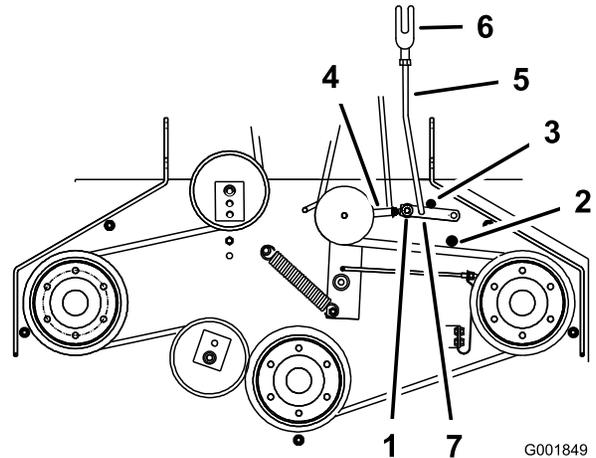

Figura 47
5. Asegúrese de que el brazo está en contacto con el tope trasero del brazo de la carcasa (Figura 47).
7. El brazo debe entrar en contacto con el tope delantero del brazo de la carcasa. Si no lo hace, la palanca acodada debe acercarse más al refuerzo (Figura 47).
8. Para ajustar el acoplamiento del brazo, retire el pasador de horquilla del brazo (Figura 47).
11. Instale el acoplamiento en el brazo y sujételo con el pasador de horquilla (Figura 47).